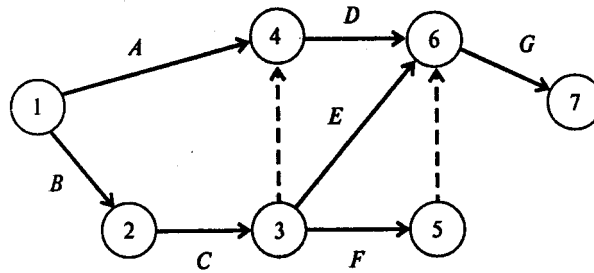

Рис. 2
Графическое описание проекта, построенное по этой таблице, имеет вид, показанный на рис. 2.
*Путь* — последовательность взаимосвязанных работ, ведущая из одной вершины проекта в другую вершину. Например,  $\{A, D, G\}$  и  $\{B, C, E, G\}$  — два различных пути, ведущие из вершины 1 в вершину 7 (см. рис. 2).